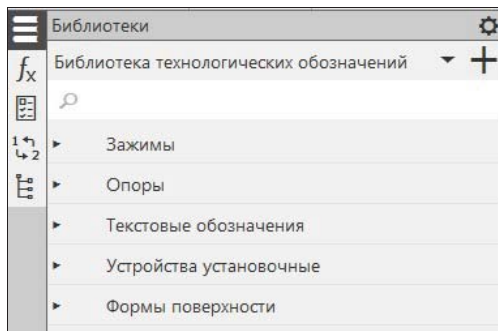

Рис. 12.15. Панель Библиотека технологических обозначений
- ◆ при нажатии ЛК мыши на кнопку **Типовой текст...** появляется панель **Библиотека технологических обозначений** (рис. 12.15) для ввода текста;